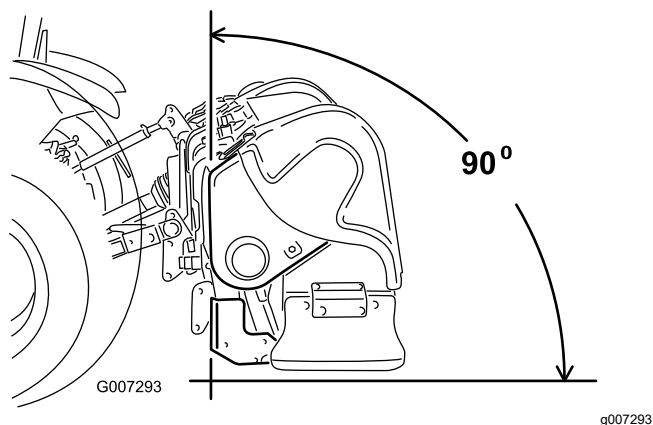

Figure 7
**Remarque:** Pour optimiser la qualité des trous d'aération, placez l'avant de la machine à la verticale pendant son utilisation (Figure 7). Ajustez la position du bras d'attelage supérieur pour obtenir l'angle correct. Voir la Conseils d'utilisation (page 29) pour tout renseignement complémentaire.